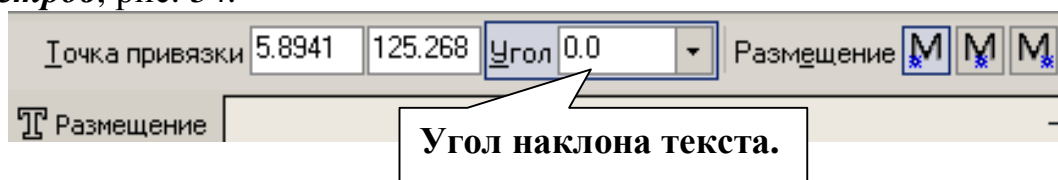

Рис. 54
- На панели **Обозначения – Ввод текста**, . Параметры текста при его создании и редактировании отображаются в отдельных **полях Строки параметров**, рис. 54.
- Текст №2 выполнен под углом. В данный момент строка параметров имеет вид, показанный на рис. 54, поле ввода угла активно, поэтому сразу набирайте 90 и нажмите [Enter], поместите курсор в точку начала текста и щелкните левой кнопкой мыши. Напечатайте слово «Пластина», нажмите **Создать объект** .